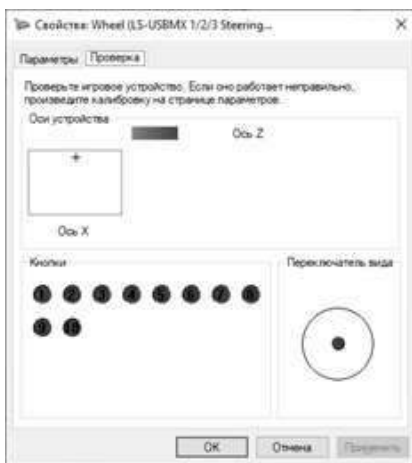

Рис. 9
- Нажмите кнопку «Свойства» в открывшемся окне (см. Рис. 9) можно проверить работу осей и клавиш. Вкладка «Параметры» позволяет откалибровать руль.